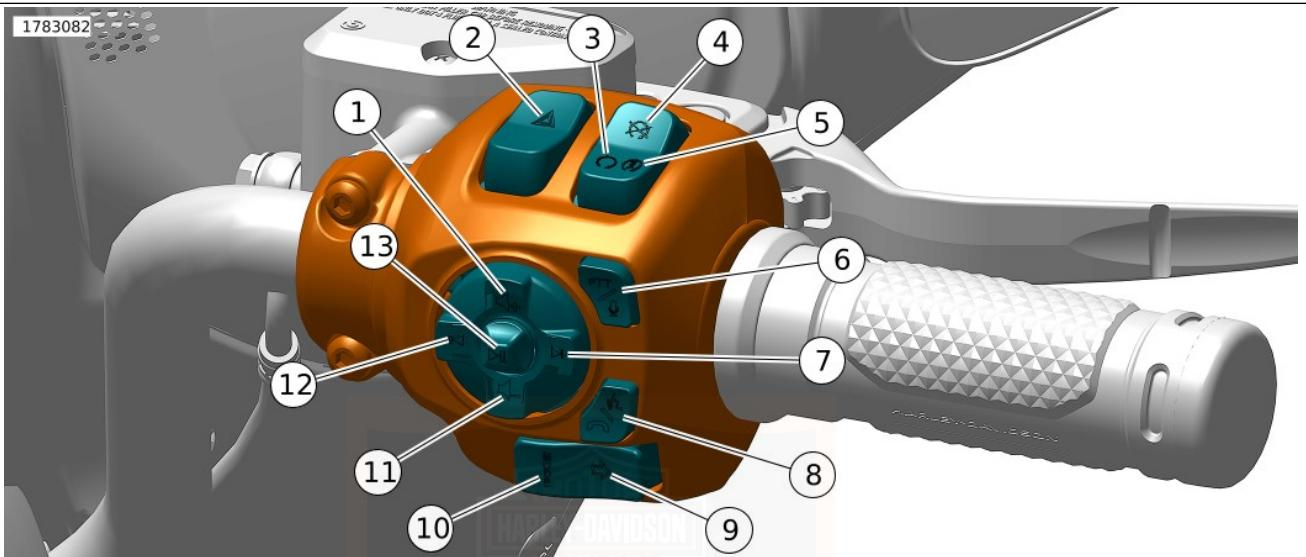

Abbildung 32. Rechtes Handbedienmodul (RHCM)
Siehe Abbildung 32. Der Warnblinkanlagenschalter (2) dient zur dauerhaften Aktivierung der Vierfach-Warnblinkanlage bei einem liegengebliebenen Motorrad. Mithilfe der Warnblinker kann das Motorrad mit ausgeschalteter Zündung zurückgelassen werden, bis Hilfe geholt wird. Siehe Tabelle 26.
1. Während der Motorbetriebsschalter auf RUN (Ein) (3) steht, auf den Warnblinkanlagenschalter drücken, um die Vierfach-Warnblinkanlage zu aktivieren.
Siehe Abbildung 32. Den Motorbetriebsschalter auf OFF (Aus) (4) stellen, um den Motor abzustellen. Siehe Tabelle 26.
Siehe Abbildung 32. Den Motorbetriebsschalter auf RUN (Ein) (3) stellen, damit der Motor starten und laufen kann. Der Motorbetriebsschalter muss sich in der Stellung RUN (Ein) befinden, damit der Motor angelassen und betrieben werden kann. Siehe Tabelle 26.
Siehe Abbildung 32. Den rechten Blinkerschalter (9) zur Aktivierung des rechten Blinkers betätigen. Siehe Tabelle 26.
Siehe Abbildung 32. Die „Lautstärke erhöhen“-Taste (1) drücken, um die Lautstärke zu erhöhen. Siehe Tabelle 26.
Siehe Abbildung 32. Die „Weiter“-Taste (7) drücken, um die nächste Mediendatei auszuwählen. Siehe Tabelle 26.
Siehe Abbildung 32. Die „Lautstärke verringern“-Taste (11) drücken, um die Lautstärke zu verringern. Siehe Tabelle 26.
Siehe Abbildung 32. Die „Zurück“-Taste (12) drücken, um die vorherige Mediendatei auszuwählen. Siehe Tabelle 26.
Siehe Abbildung 32. Die „Wiedergabe/Pause“-Taste (13) drücken, um die aktuelle Mediendatei wiederzugeben oder anzuhalten. Siehe Tabelle 26.
Siehe Abbildung 32. Die Sprechtaste (6) dient bei entsprechend ausgestatteten Fahrzeugen der Bedienung der Fahrer/Sozius-Sprechanlage. Siehe Tabelle 26.
1. Siehe Abbildung 32. Den Motorbetriebsschalter auf RUN (Ein) (3) stellen. Das Getriebe in den Leerlauf schalten. Die (grüne) Leerlauf-Kontrollleuchte leuchtet auf. Siehe FUNKTIONSWEISE > ANLASSEN DES MOTORS (Seite 137).
2. Den Anlasser durch Drücken des Motorbetriebsschalters auf START (5) betätigen. Siehe Tabelle 26.
Siehe Abbildung 32. Die Spracherkennungstaste (8) aktiviert die Spracherkennungsfunktionen an einem angeschlossenen Mobilgerät. Siehe Tabelle 26.
Siehe Abbildung 32. Die Modustaste (10) drücken, um den Fahrmodus zu ändern. Siehe FUNKTIONSWEISE > FAHRMODI (Seite 124). Siehe Tabelle 26.
Siehe Abbildung 32. Die Rechtes Lenkerbedienelementmodul (RHCM) -Tasten verwenden, um mit Lauter (1), Leiser (11), Nächster (7), Vorheriger (12) und Wiedergabe/Pause (13) die RHCM Einstellungen der Audiomedien anzupassen. Siehe BEDIENUNGSANLEITUNG > FUNKTIONSWEISE DER INFOTAINMENT-STEUEREINHEIT (IFCU) (Seite 163).